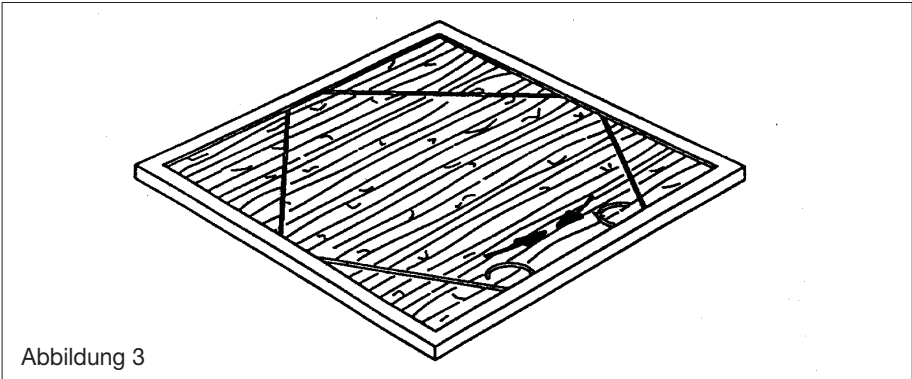

Abbildung 3
- Drahtbügel herausnehmen. (Abb. 3)